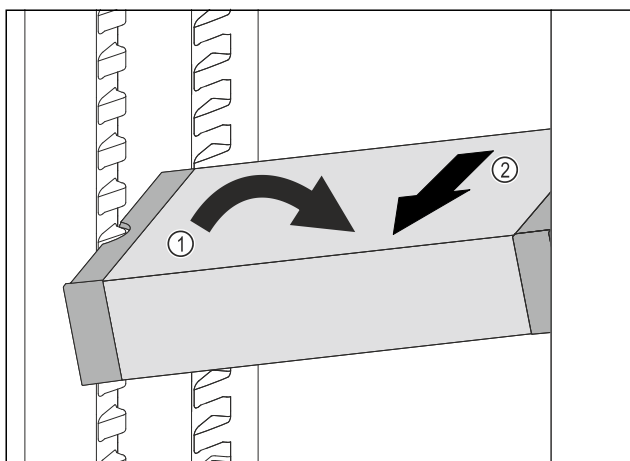

Fig. 106
- VarioSafe postavte v chladničce šikmo. Fig. 106 (1)
- VarioSafe odeberte směrem dopředu. Fig. 106 (2)